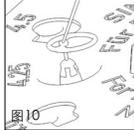

图10
■ 图 10 由于个人生理结构的差异，要求铃型假体先扩张，请将铃型假体放入锥面进行扩张。请用外科手术针或者其他微型外科手术器械完成。在显微镜的观察下，可以完成铃型假体的扩张。